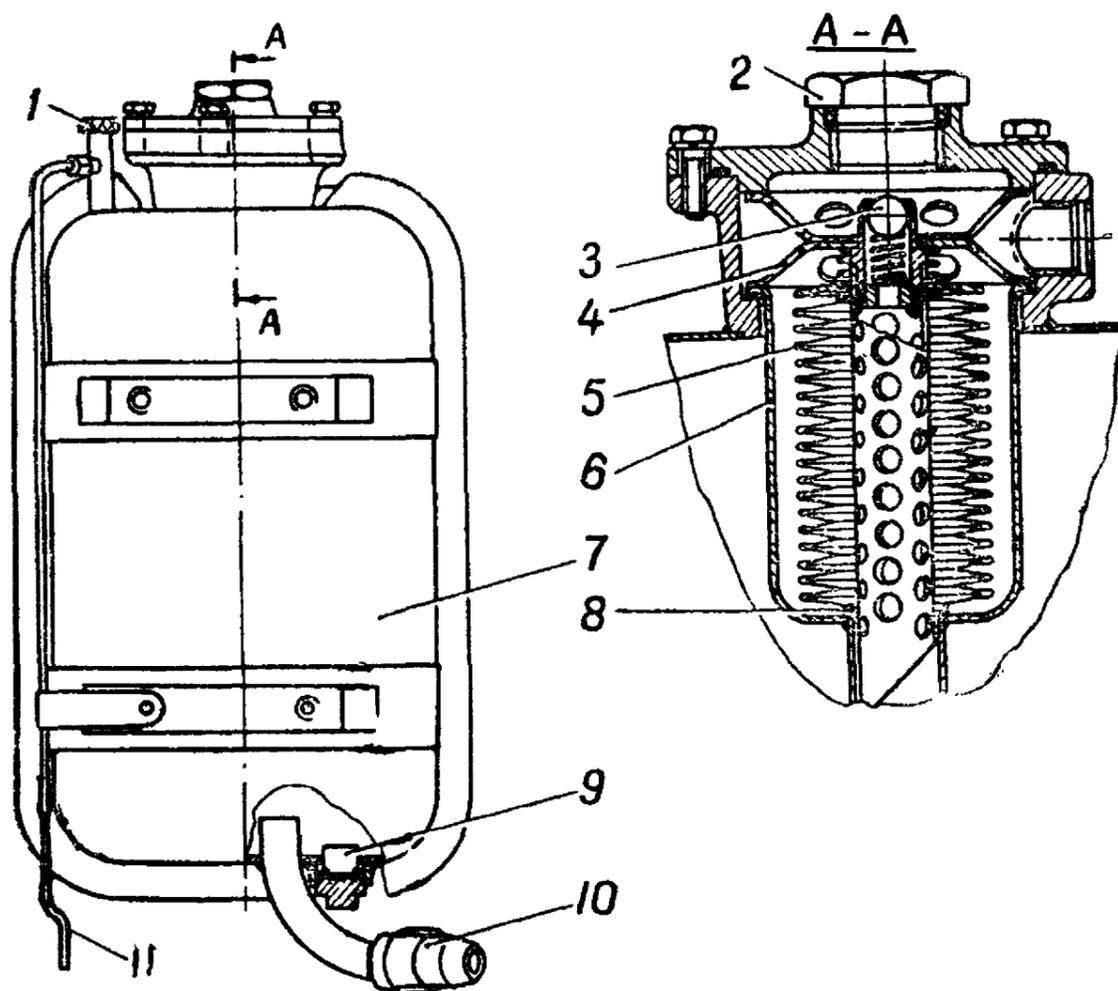

Рис. 68. Масляный бак:
2. Отверните болты крышки промежуточного корпуса фильтра и снимите ее (рис. 68).